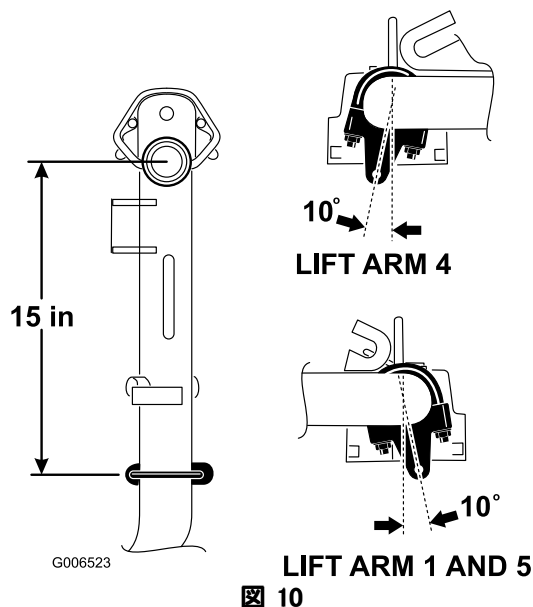

図 10
1. 昇降アーム1番、4番、5番では、チェーン・ブラケットとUボルトが、ピボット・ナックルの中心線よりも38 cm 後ろになるように取り付ける(図 10)。昇降アーム1番、5番では、ブラケットを垂直方向から右に10度回転させた状態で取り付ける(図 10)。昇降アーム4番では、ブラケットを垂直方向から左に10度回転させた状態で取り付ける(図 10)。